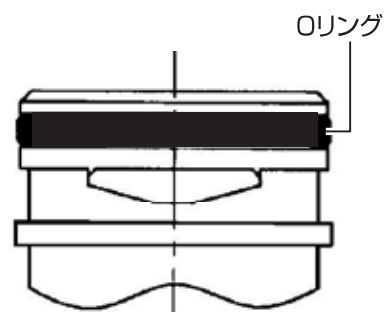

図15 プレッシャデマンド弁
1. プレッシャデマンド弁のOリング部(図15参照)にゴミの付着や傷がないことを確認してください。ゴミが付着していた場合は、綿棒などの柔らかいものを使ってゴミを取り除いてください。傷がある場合は交換してください。